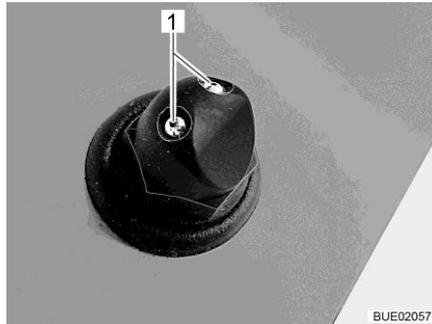

Fig. 50 Boquillas del limpiaparabrisas (variante 1)
- Usando algún objeto puntiagudo, ajustar las boquillas del limpiaparabrisas (Fig. 50,1) hasta que se alcance la posición deseada.